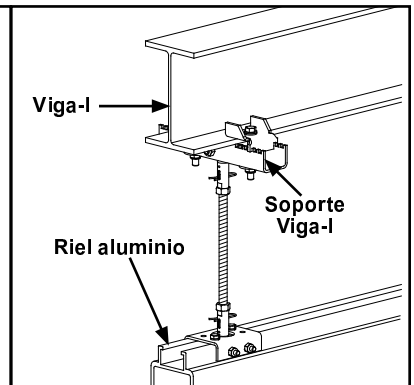

Figura 3-65
Paso 3. Centre el soporte de Viga-I en el patín inferior de la Viga-I. Vea Figura 3-65.